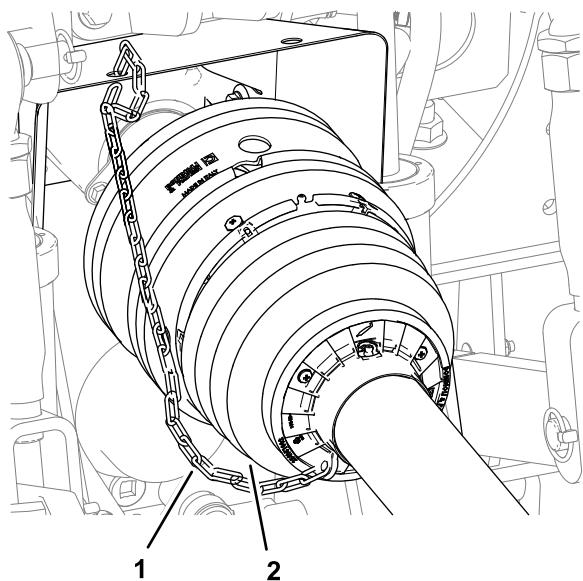

Figure 17
5. Vérifiez que la chaîne de retenue est installée entre la protection avant d'arbre de PDF et une partie fixe du véhicule tracteur (Figure 17).